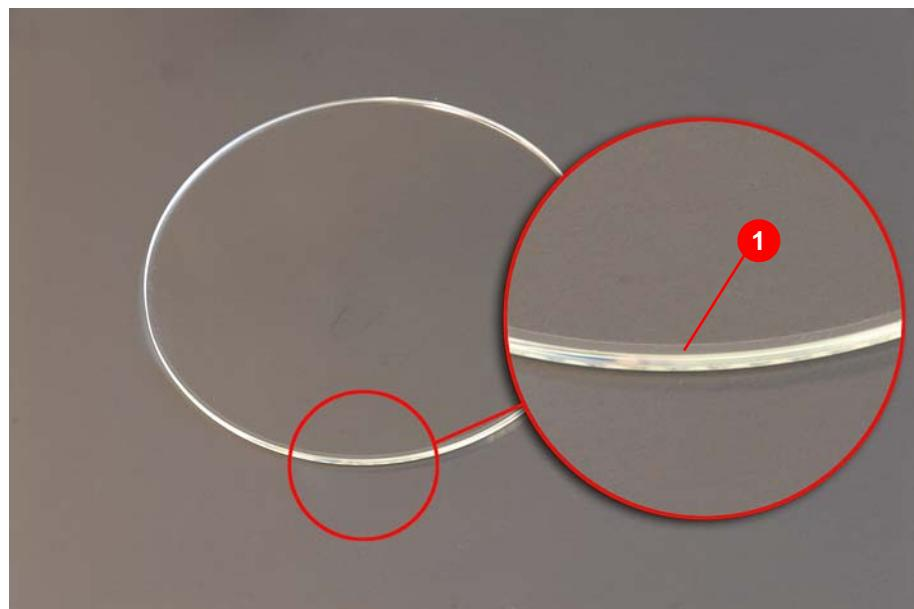

Abbildung 6.1 Schutzglas
Hinweis: Der goldfarbene Ring (1) (Abbildung 6.1) am Schutzglas muß sich immer in Richtung Laserstrahl (Inneres des Galvokopfes) befinden. Bei falscher Montage können Beschriftungsfehler auftreten.